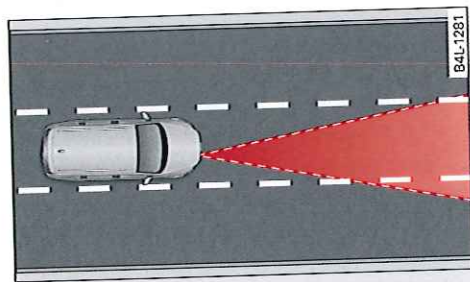

Fig. 129 Zone de détection
- Les objets ne peuvent être détectés que lorsqu'ils se situent dans la zone de détection du capteur ⇒ page 127, fig. 129.